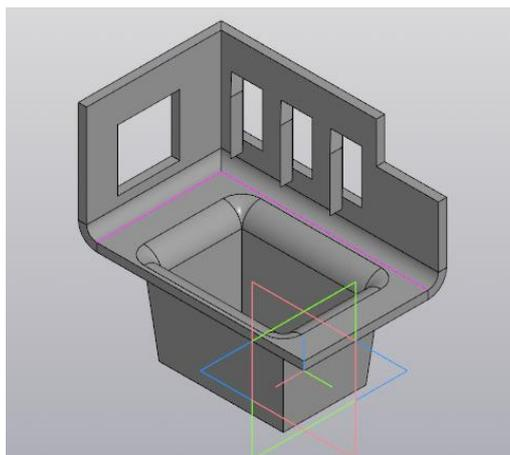

Рисунок 72.
1. Создание штамповки (рисунок 72).